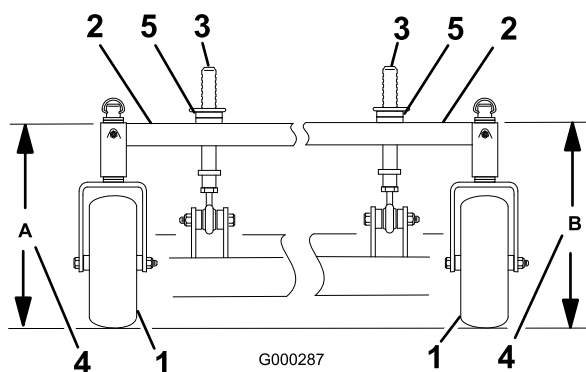

Figura 63
4. Mida la altura del bastidor de tiro en la posición **A** (Figura 63).
5. Mida la altura del bastidor de tiro en la posición **B** (Figura 63).